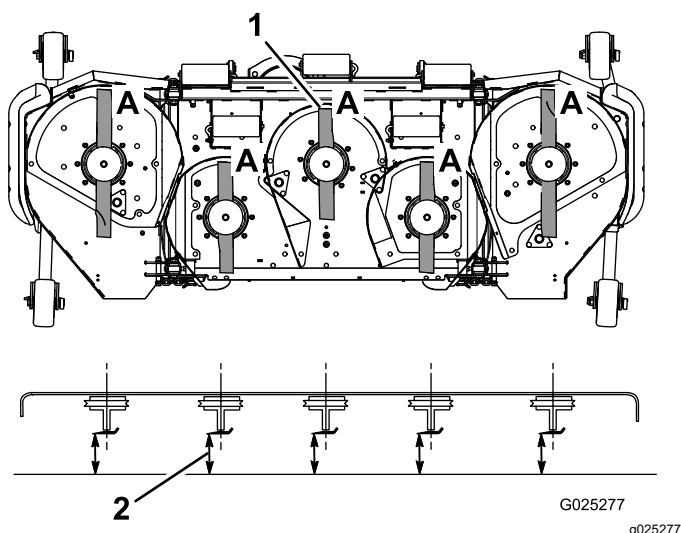

Figure 27
3. Tournez les lames dans le sens longitudinal (Figure 27).
4. Mesurez la distance entre la surface plane et le tranchant (position A) des lames (Figure 27). Notez cette valeur.